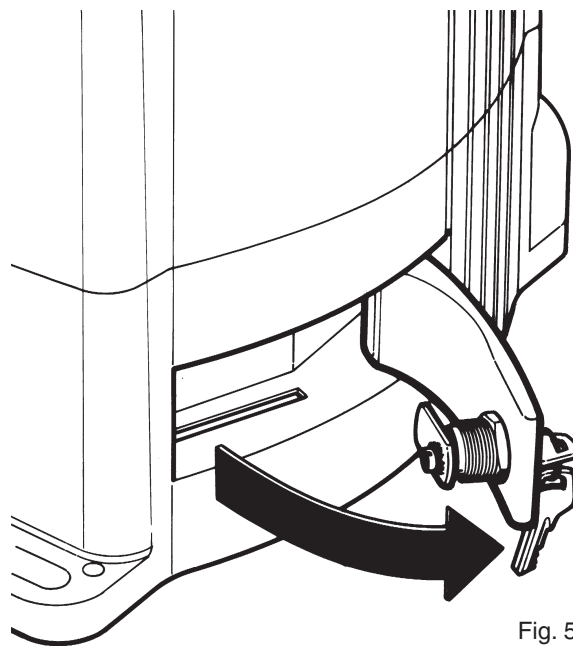

Fig. 5
1) Ruotare verso l'alto il copriserratura (1).
2) Inserire la chiave e ruotarla in senso orario di 90° (2).
3) Tirare a se la maniglia agendo dapprima sulla chiave stessa fino a portarla perpendicolare al THOR (Fig. 5).
1) Slide the key cover upwards (1).
2) Insert the key and turn it 90° clockwise (2).
3) Pull the handle towards you, turning the key, until it is perpendicular to THOR (Fig. 5).
1) Tourner le cache-serrure vers le haut (1)
2) Introduire la clé et la tourner de 90° dans le sens des aiguilles d'une montre (2).
3) Tirer vers soi la poignée en agissant d'abord sur la clé proprement dite de manière à la placer perpendiculairement au THOR (Fig. 5).
Den Griff durch Betätigung des Schlüssels nach vorne ziehen, bis er senkrecht zu THOR steht (Abb. 5).
1) Gire hacia arriba el cubrecerradura (1).
2) Introduzca la llave y gírela 90° hacia la derecha (2).
3) Tire de la manija hacia Ud., actuando antes sobre la llave hasta colocarla perpendicularmente a THOR (fig. 5)